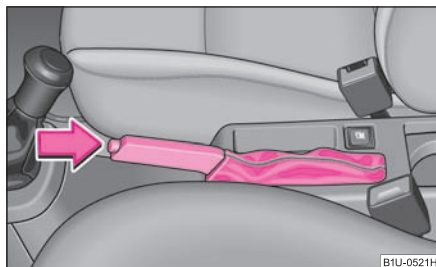

Fig. 107 Consola centrală:
- Acționați maneta frânei de staționare puțin în sus și **în același timp** apăsați butonul de blocare ⇒ fig. 107.